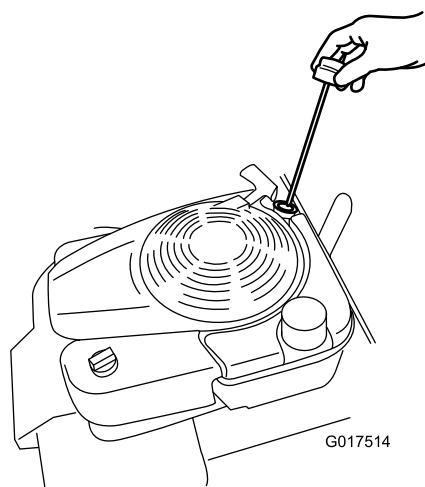

Figura 12
2. Retire la varilla (Figura 12).
4. Introduzca la varilla en el tubo de llenado y enrósquela hasta que haga tope. (Figura 12).